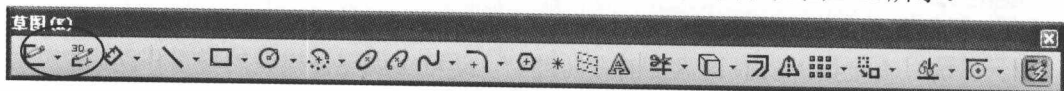

图 1-18 重新定制后的草图工具栏
d. 单击确定完成工具栏按钮的自定义，完成后的草图工具栏如图1-18所示。